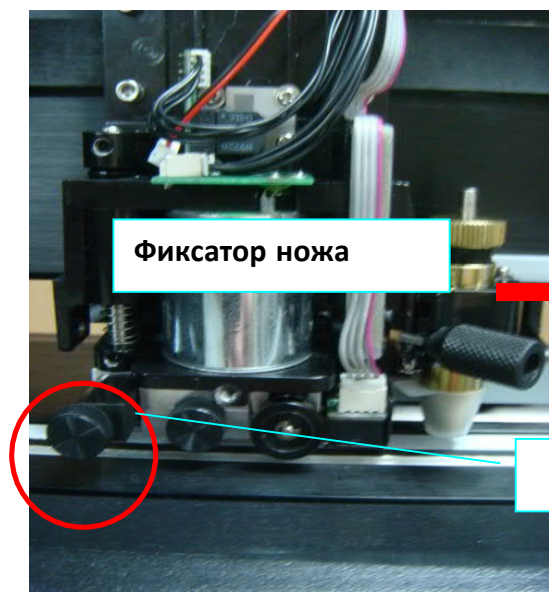

Рис. 2-37
**Шаг 4** Снять винт с левой части блока отреза (рис. 2-37 и 2-38).